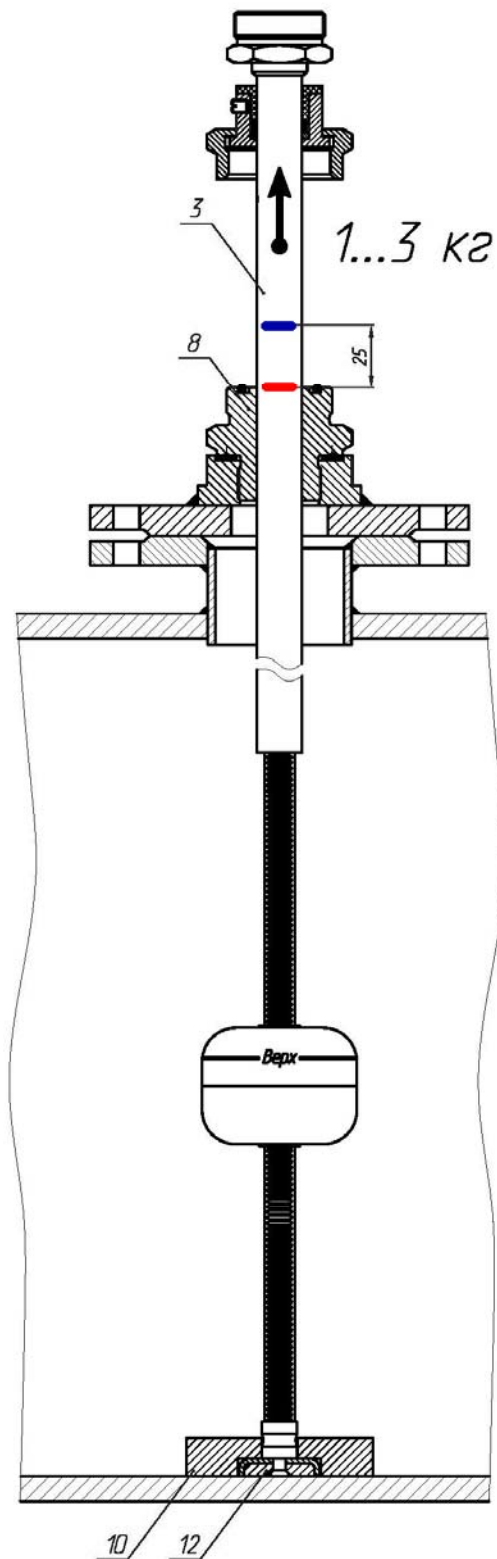

Рисунок 12. Фиксация внешнего корпуса на дно резервуара
3.6.15 В момент максимального натяжения внешнего корпуса поставьте контрольную риску (красную) на верхней металлической трубке так, чтобы она совпала с торцевым срезом установочного штуцера (8), как показано на рис. 12.